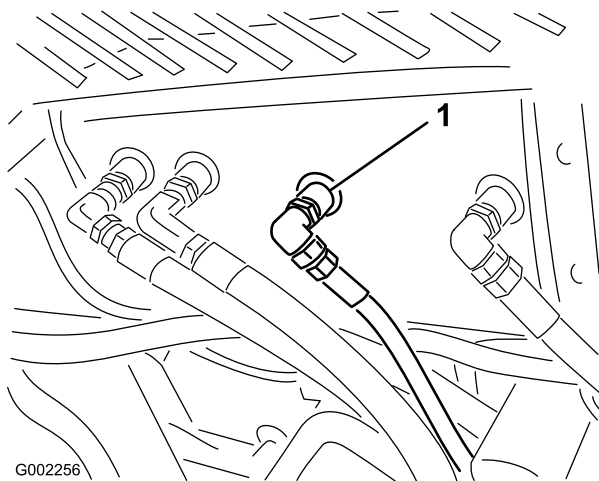

Figure 58
2. Nettoyez la surface autour d'un raccord de flexible hydraulique au bas du réservoir d'huile hydraulique (Figure 58).
- Débranchez le raccord du réservoir et vidangez l'huile dans le bac de vidange (Figure 58).